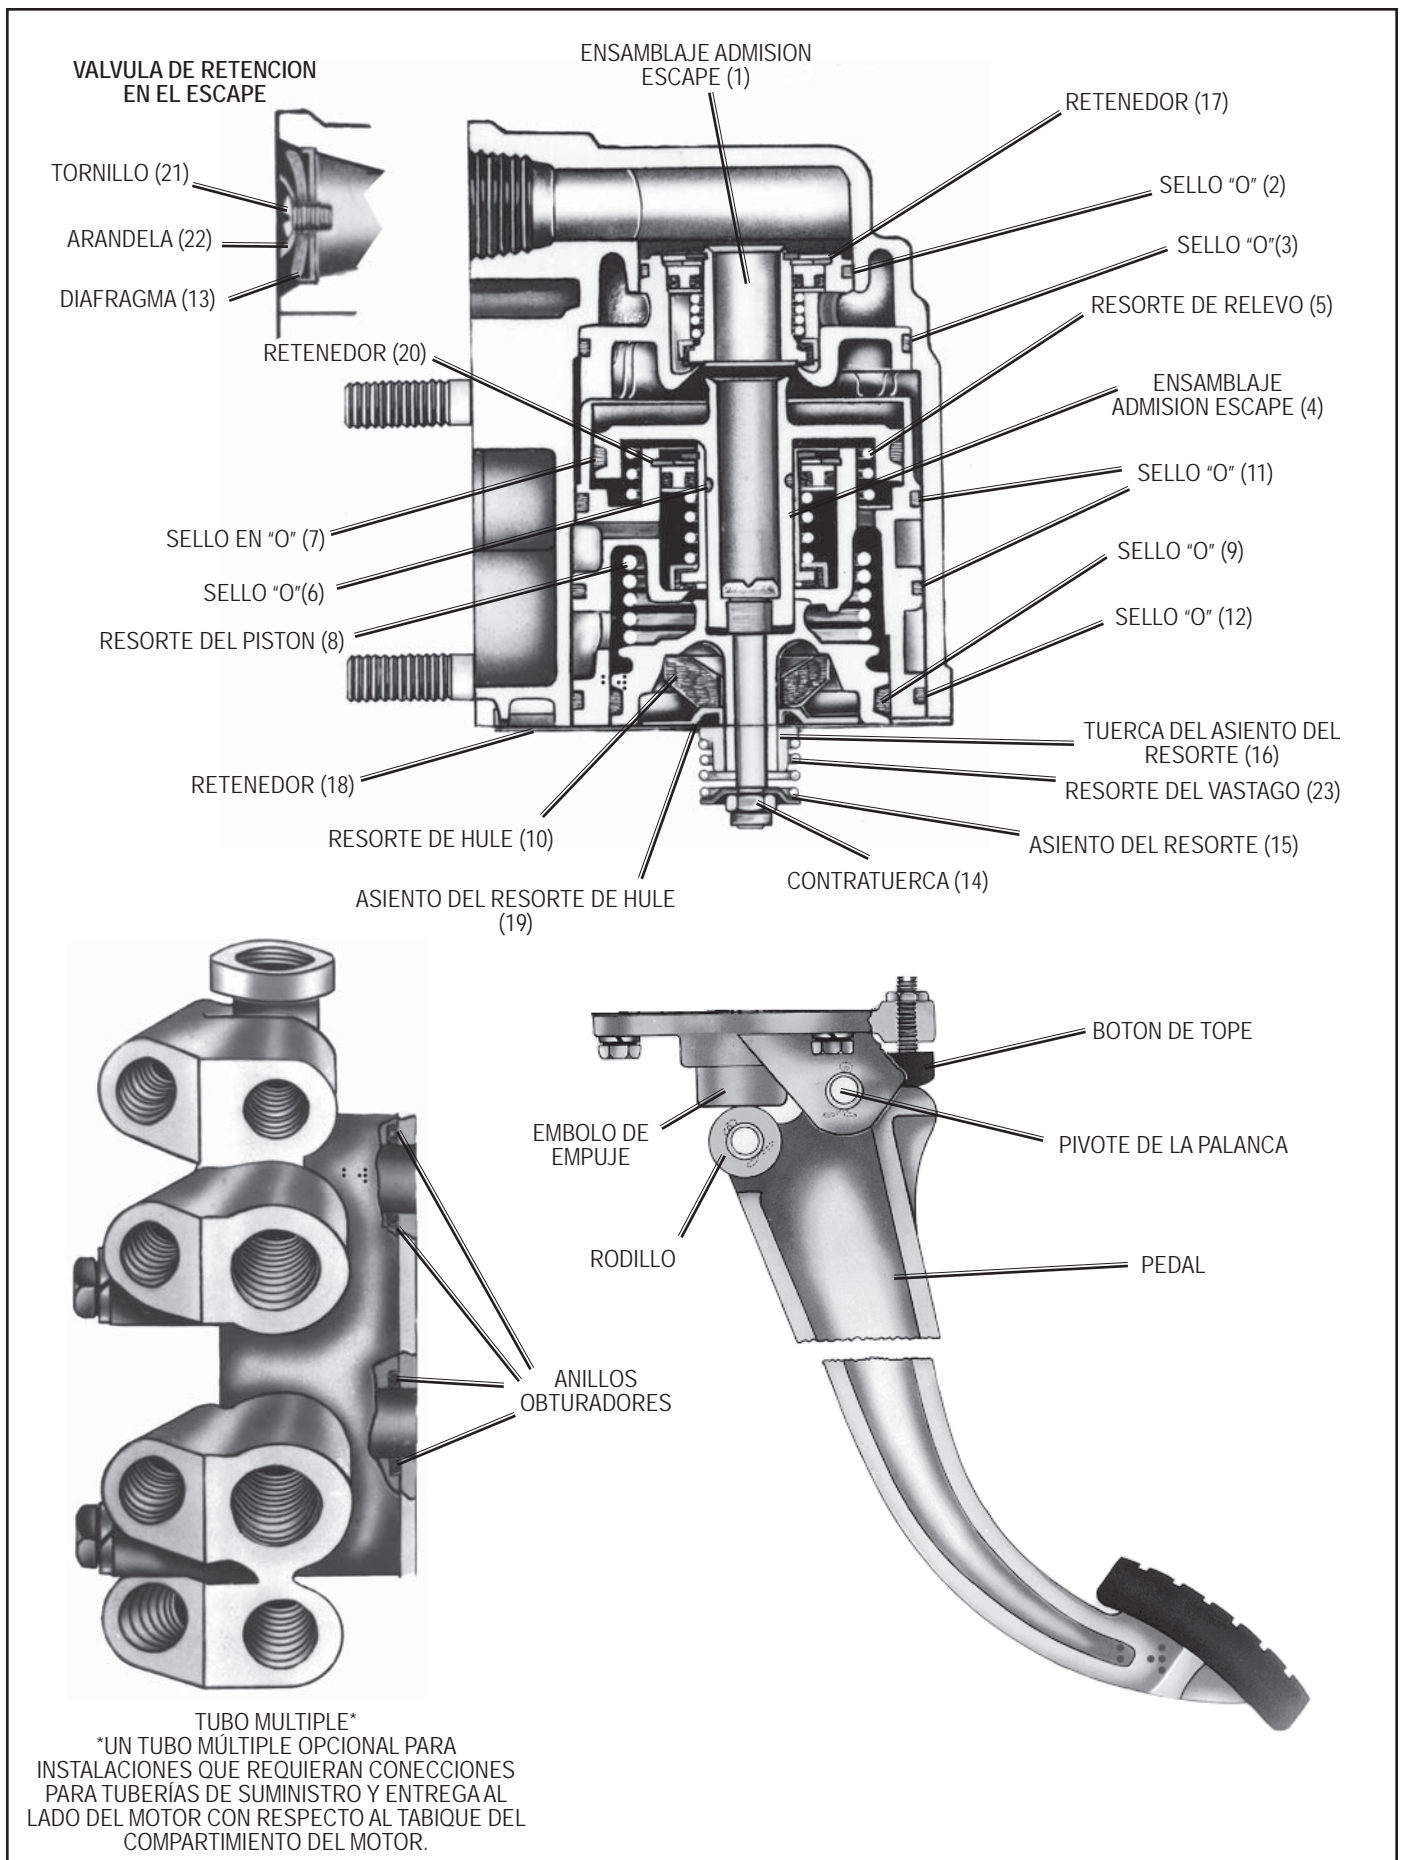

FIGURA 2 - VALVULA DUAL DEL FRENO E-7™
DESENSAMBLAJE (REMITASE A LA FIGURA 2)
Algunas válvulas del freno E-7™ tienen una válvula de retención en el escape (13, 21 y 22) como se muestra en la figura 2. Si es así, quite el tornillo (21) y la arandela (22), y deseche el diafragma (13). Vuelva a colocar (21) y (22) usando un nuevo diafragma (13).